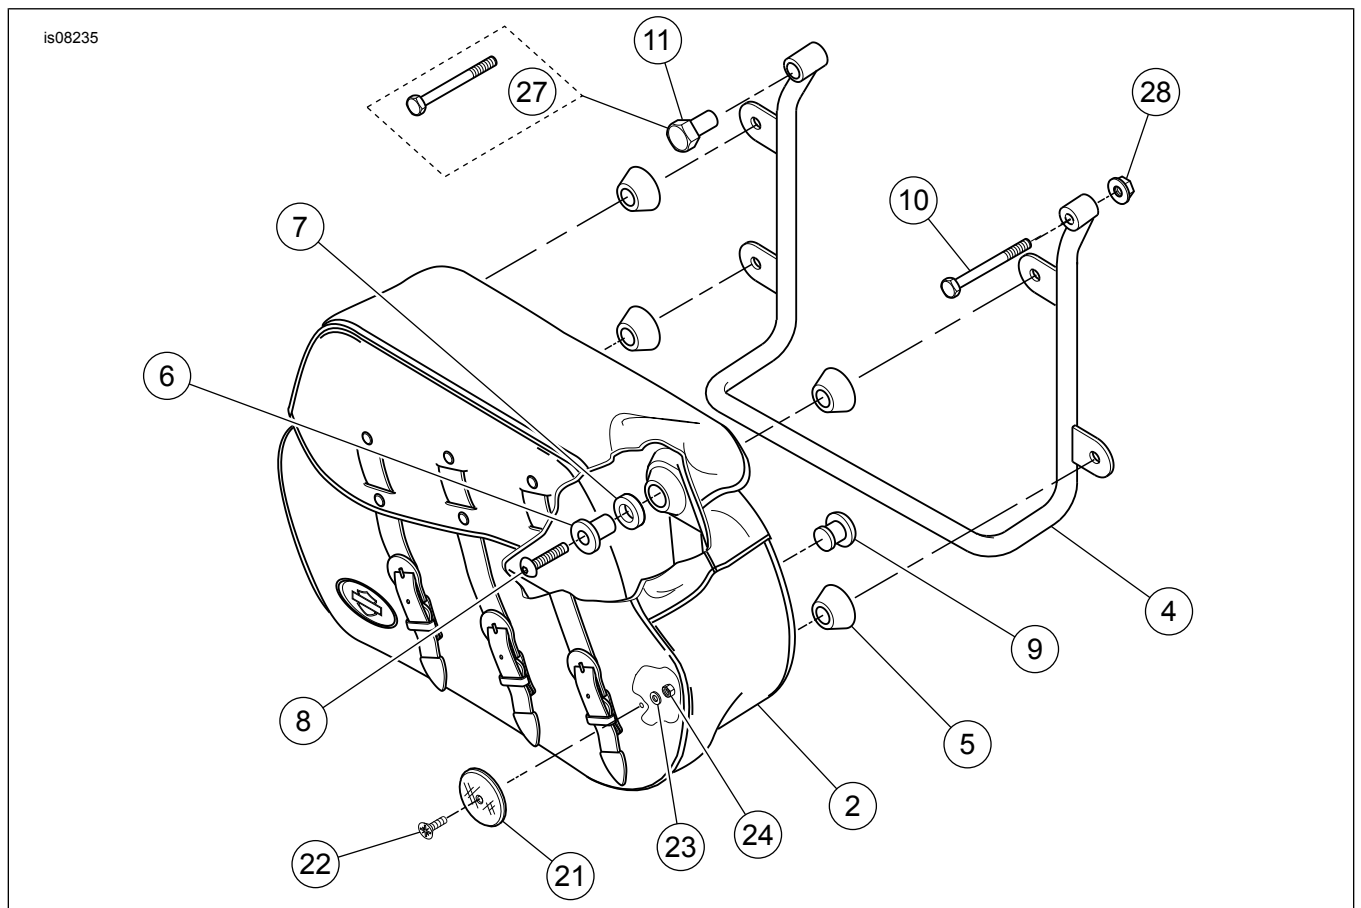

Abbildung 12. Ersatzteile (Satz 3 von 3).
1. Siehe Abbildung 12. Die Satteltaschenhalterung so in Einbauposition bringen, dass das vordere Befestigungsloch der Halterung über dem oberen Bolzen des Hinterradstoßdämpfers (bis 1999) oder der Schraubenposition (2000 bis 2003) liegt. Im hinteren Befestigungsloch der Halterung die 2-3/4 in lange Schraube (10) und die vorhandene Sicherungsmutter anbringen, die in Schritt 4 des hinteren Blinkerumbaus entfernt wurde. Mit einer Unterlegscheibe (17) die Lücke zwischen Schutzblechstützenabdeckung und Umbausockel auffüllen, wenn die Seitenplatten angebracht sind. Wenn keine Seitenplatten angebracht sind, die Unterlegscheibe auf der Außenseite des Umbausockels einsetzen.
2. **An Modellen von 1994 bis 1999** am vorderen Befestigungsloch der Halterung eine Zylindermutter (11) anbringen. **An Modellen von 2000 bis 2003** am vorderen Befestigungsloch der Halterung eine 1/2-13 x 3,00 Sechskantschraube (27) anbringen. Die Zylindermutter (oder Schraube) auf ein Drehmoment von 28,5–47,5 N·m (21–35 ft-lb) anziehen. Die hintere Halterungsschraube (10) auf ein Drehmoment von 16,3 N·m (12 ft-lb) anziehen.
3. Siehe Abbildung 12. Eine Dämpfungsscheibe (7) auf einer Dämpfungsbuchse (6) anbringen. Eine Schraube (8) durch die Buchse stecken.
5. Siehe Abbildung 12. Ein Satteltaschen-Dämpfungselement (5) mit der konischen Seite in Richtung Satteltasche über die Buchse schieben.
8. Siehe Abbildung 12. Den Reflektor (21) in der unteren hinteren Ecke der Satteltasche zentrieren und das Loch markieren.
9. Siehe Abbildung 12. Ein Loch in die Satteltasche bohren und den Reflektor wie dargestellt an der Stelle befestigen. Dazu eine Flachkopfschraube, (22), Unterlegscheibe (23) und Sicherungsmutter (24) verwenden.